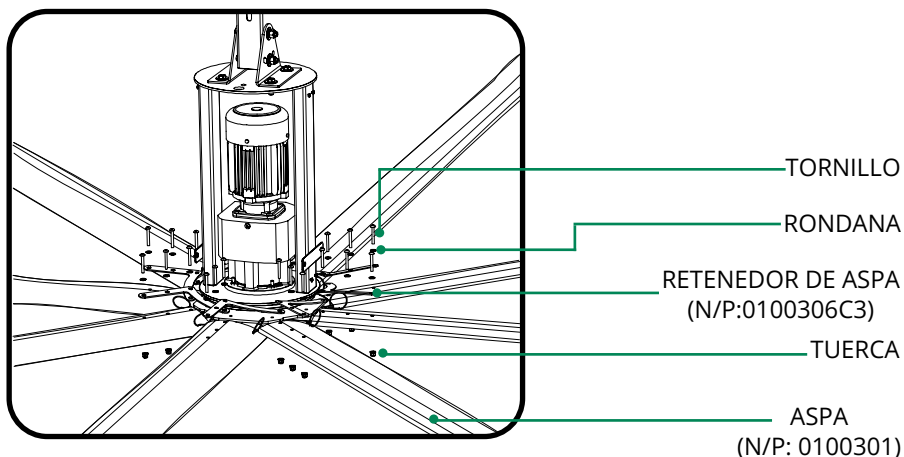

Fig. 19.4
**19.4** Ahora inserte los tornillos de kit #10 por la parte superior del aspa, para ensamblar los retenedores y fijar el sistema de cable de seguridad (N/P: 01003021). Fig. 19.4